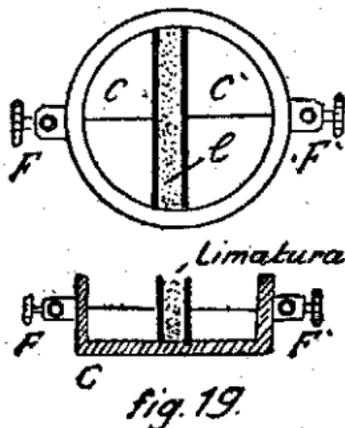

fig. 19.
1.° coherer di Kroplin (fig. 19). Consiste in una scatola rotonda d'ebanite  $c$  scoperta nella sua parte superiore e nel cui interno sono due placche di metallo nichelato  $c-c'$  poste parallelamente fra loro ad una distanza di circa mm. 2 a 2 1/2 e che stanno appoggiate al fondo ed alla parete della scatola. Da ogni lamina o elettrodo parte il relativo filo metallico che, attraversando le pareti della scatola, comunica rispettivamente col serrafilo  $F$  od  $F'$ : fra di esse trova posto la limatura metallica.